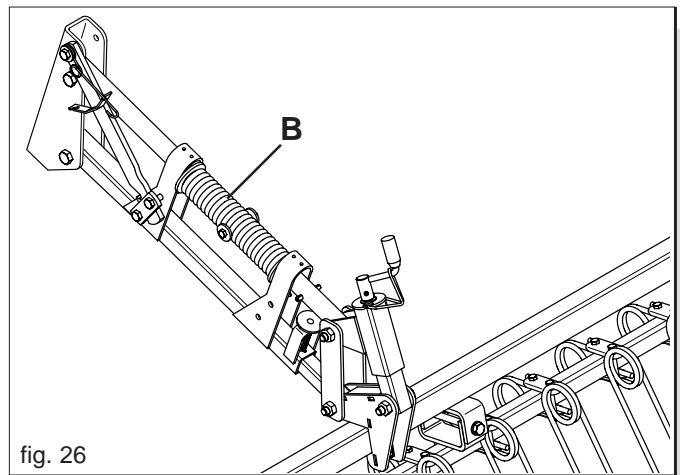

fig. 26
Der Arbeitsdruck der Federzähne der Saatgutabdeckegge kann durch Drehung der Feder (B) auf dem oberen Parallelarm verändert werden (Abb. 26).